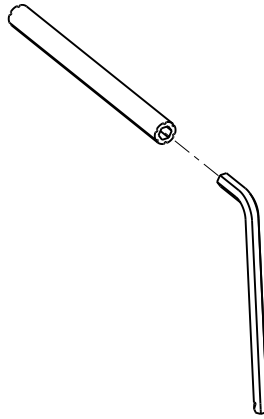

Figura 12 – Chiave a brugola e prolunga dello strumento di rimozione
2. Estrarre la chiave a brugola e la prolunga dello strumento di rimozione dal gruppo del coperchio centrale (Figura 12).